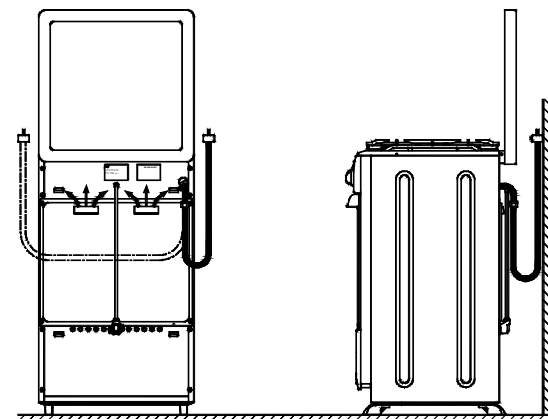

Рисунок 8 – Примеры подключения шланга
- шланг и шнур питания не должны проходить в зоне горячего воздуха дымоходов и касаться задней стенки плиты (см. рисунок 8);